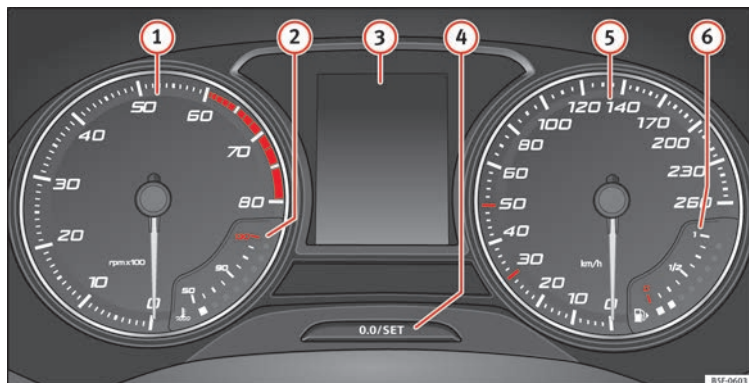

Fig. 124 Combiné d'instruments à l'avant.
Explications concernant les cadrans » **fig. 124** :
Le compte-tours indique le nombre de tours du moteur par minute » **fig. 124 ❶**.
rapport le plus économique. Pour plus d'informations, consultez » **fig. 124** page 35, **Indicateur du rapport le plus économique**.
❶ **ATTENTION**
L'aiguille du compte-tours ❶ » **fig. 124** ne doit rester que peu de temps dans la zone rouge : risque d'endommagement du moteur.
Lors de la mise du contact d'allumage, l'écran du combiné d'instruments » **fig. 124 ❸** affiche diverses informations en fonction de l'équipement du véhicule :
- Capot-moteur, hayon et portes ouvertes » **fig. 124** page 36.
- Messages d'alerte et d'informations » **fig. 124** page 36.
- Température extérieure » **fig. 124** page 35.
- Appuyez brièvement sur le bouton » **fig. 124**  pour remettre le compteur kilométrique journalier à 0.
- Pour régler l'heure, maintenez enfoncé le bouton » **fig. 124**  pendant plus de 3 secondes afin de sélectionner l'indicateur des heures ou des minutes.
Maintenez enfoncé le bouton » » **fig. 124**  pendant plus de 15 secondes pour afficher les lettres-repères du moteur (MKB) du véhicule. Pour cela, le contact d'allumage doit être mis et le moteur coupé.